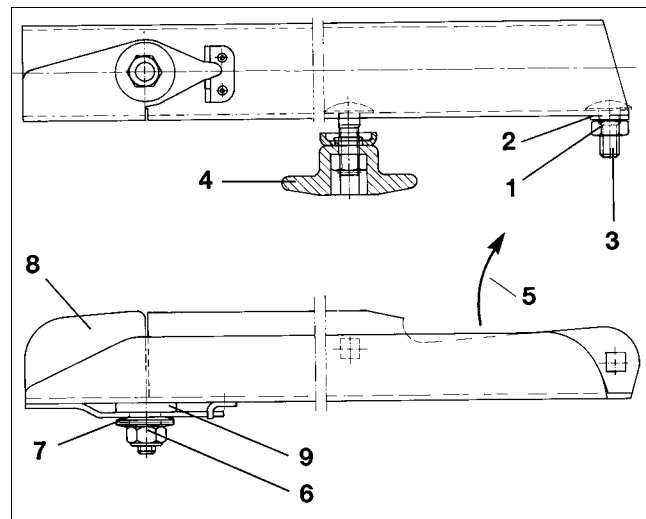

Fig. 48
- Lösen der selbstsichernden Mutter (Fig. 48/1).
- Entfernen der Unterlegscheibe (Fig. 48/2) und der Flachrundschraube (Fig. 48/3).
- Lösen der Flügelmutter (Fig. 48/4) und Streuschaufel auswechseln.
- Die selbstsichernde Mutter (Fig. 48/1) so anziehen, dass die Streuschaufel von Hand verschwenkbar ist.
Achten Sie auf die korrekte Montage der Streuschaufeln. Die offene Seite der U-förmigen Streuschaufel weist in Drehrichtung (Fig. 48/5).
- Selbstsichernde Mutter (Fig. 48/6) lösen und samt Tellerfedern (Fig. 48/7) entfernen.
- Schwenkflügel (Fig. 48/8) auswechseln.
- Selbstsichernde Messingmutter (Fig. 48/6) mit Drehmoment von 6 – 7 Nm anziehen, so dass der Schwenkflügel noch von Hand verschwenkbar ist, aber im Einsatz nicht selbständig nach oben schwenkt.
Auf Kunststoffscheibe (Fig. 48/9) zwischen Streuschaufel und Schwenkflügel achten.